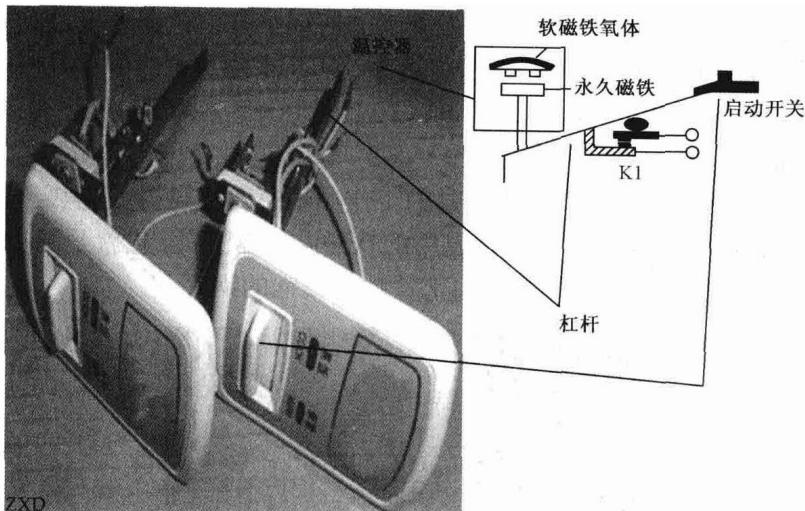

图1-7 电饭锅温控器开关组件
(2) 温控器的工作原理：温控器主要由软磁铁氧体和触点开关组成。当按下电饭锅的启动开关时（如图 1-7 所示为温控器开关组件），开关杠杆把永久磁铁向上顶，使其贴着感温软磁铁氧体。这时，发热盘电源接通，开始加热。